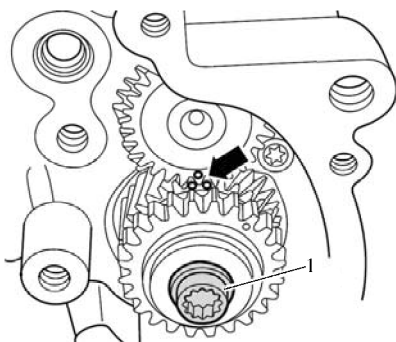

图 9-3 对齐平衡轴标记
5) 旋转中间链轮/进气凸轮轴的平衡轴, 使进气凸轮轴平衡轴上的标记位于中间链轮上的标记之间, 如图 9-3 箭头所示。
9) 再次检查中间链轮/进气凸轮轴的平衡轴上的标记是否如图 9-3 所示对齐。